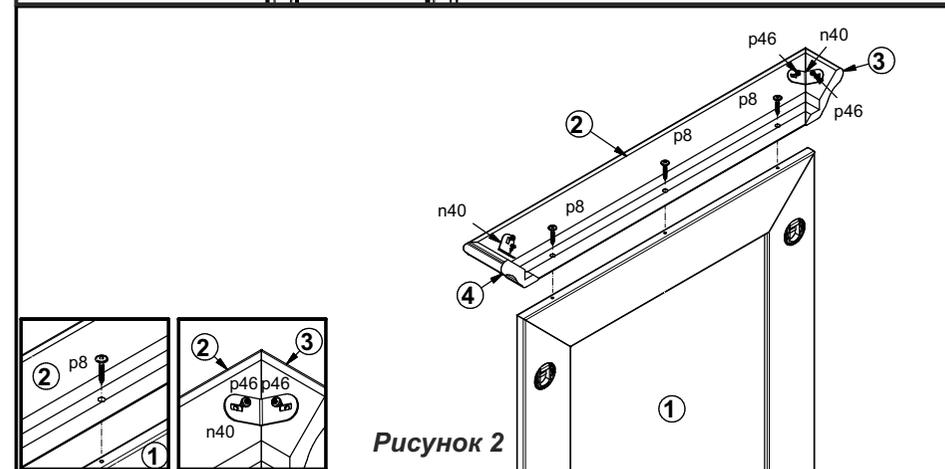

Рисунок 2
2. Собрать детали **2, 3, 4** при помощи уголков **n40** и шурупов **p46** (см. рис. 2).
3. Прикрутить детали **2, 3, 4** к раме с зеркалом **1** при помощи шурупов **p8** (см. рис. 2).